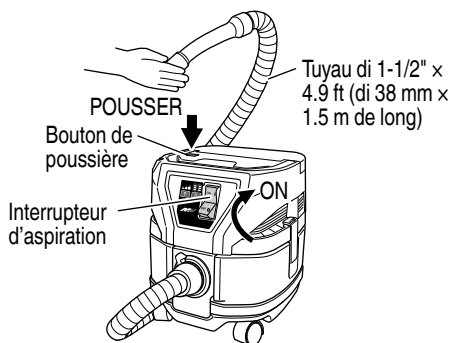

Fig. 19
- (1) Retirez le tube télescopique sur l'extrémité du tuyau.
- (2) Bloquez l'extrémité du tuyau avec votre main et mettez l'interrupteur d'alimentation sur ON. Ensuite, appuyez sur le bouton de poussière en haut de la tête pendant environ une seconde et relâchez le bouton. Répétez trois fois et la puissance d'aspiration devrait se récupérer. (Fig. 19)